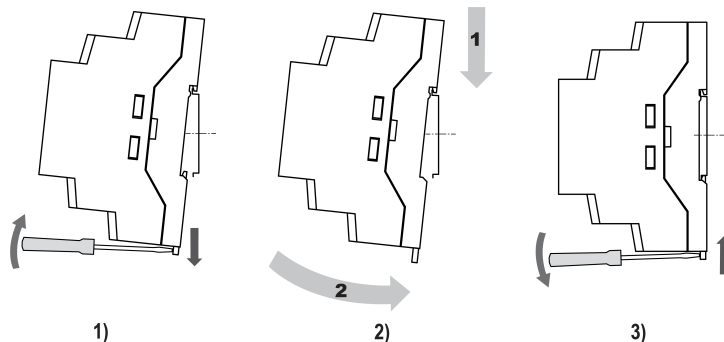

Рисунок 4.10 – Монтаж прибора с креплением на DIN-рейку
2. Вставив отвертку в проушину, оттянуть защелку рисунок 4.10, 1)
3. Установить прибор на DIN-рейку в соответствии с в направлении стрелки 1 рисунок 4.10, 2);
4. Прижать прибор к DIN-рейке в направлении, показанном стрелкой 2 (см. рисунок 4.10, 2).
Зафиксировать защелку (см. рисунок 4.10, 3).
2. Повторить действия с рисунок 4.10 в обратном порядке.